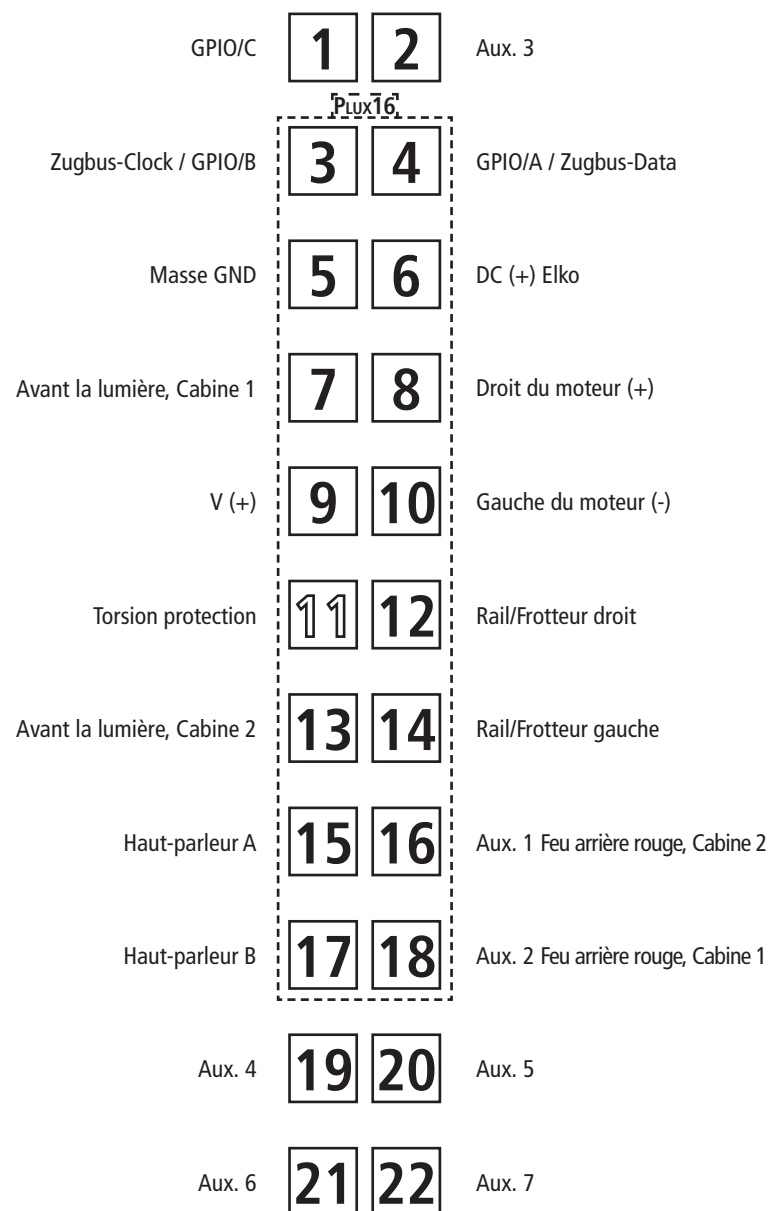

Fig. 5
**2. Schmierung:** Versehen Sie die im Schmierplan in Fig. 5 gekennzeichneten Stellen mit nur **kleinen Öltröpfen**. Dazu zuerst das Lokgehäuse abnehmen (Fig. 3). Wir empfehlen den **ROCO Öler Art.-Nr. 10906**. Fürs Schmieren der Getriebeteile (Zahnräder, Schnecke) empfehlen wir das **ROCO-Spezialfett Art.-Nr. 10905**. Im Falle der Schmierung diese Teile **nicht ölen**.
**2. Lubrication:** Apply **tiny oil drops** to spots marked in fig. 5. Prior to lubrication dismantle locomotive (fig. 3). We recommend using item no. **10906, Roco oiler**. For lubrication the gearparts (e.g. cogwheels, worm) we should recommend our Roco **special grease** (item no. **10905**).
**2. Graissage:** N'appliquez **qu'une toute petite goutte** aux endroits indiqués par le plan de graissage (fig. 5) après avoir démonté la caisse de la locomotive (fig. 3). Nous vous recommandons **le graisseur à huile ROCO réf. 10906**. Pour graisser les engrenages (roues dentées, vis sans fin) nous vous conseillons la **graisse spéciale ROCO réf. 10905** pour engrenages en matières synthétiques. Lorsque vous utilisez cette graisse il faut éviter d'huiler ces composants.